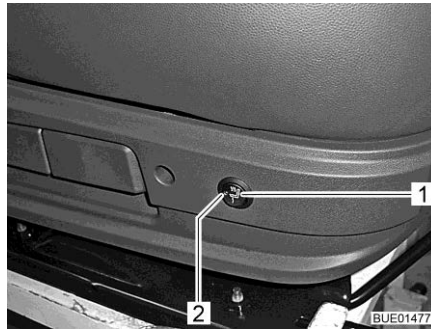

Fig. 36 Interruptor de la calefacción de asiento
- Pulsar el interruptor (Fig. 36,1) en la parte posterior del lado izquierdo de la consola del asiento.
Cuando la calefacción de asiento está en funcionamiento, el LED (Fig. 36,2) se enciende.
- Colocar el interruptor (Fig. 36,1) a la posición central. El LED se apaga.